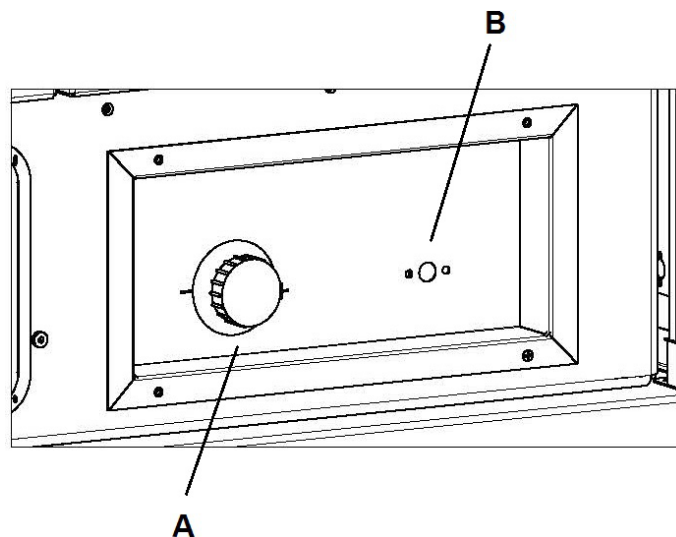
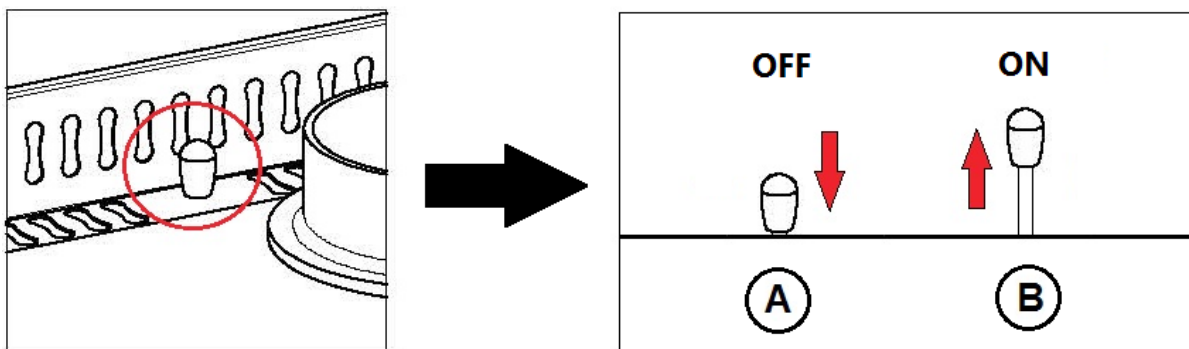
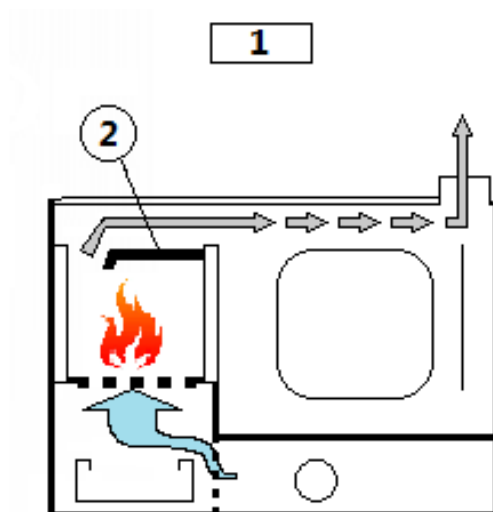
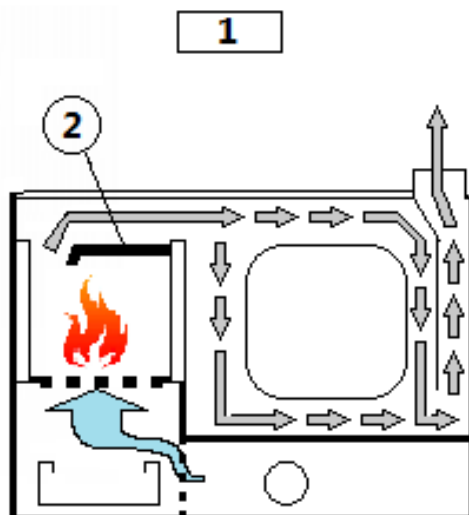

Fig. 27 - Commande principale
Fig. 28 - Levier de soupape des fumées
Fig. 30 - Allumage
Fig. 31 - Chauffage-cuisson
Bypass fumées (voir Fig. 28 à page 63) : à l'allumage de la chaudière, tourner de 90° le commutateur mécanique et le mettre sur la position B pour permettre aux fumées de passer directement dans le conduit d'évacuation de la fumée en facilitant ainsi le démarrage de la flamme et le chauffage du conduit d'évacuation de la fumée. Lorsque le démarrage est terminé, reporter le commutateur dans sa position de fonctionnement normal A (voir **LE RÉGLAGE** à page 64).
LÉGENDE Fig. 30 à page 64
LÉGENDE	Fig. 31 à page 65
- Positionner le sélecteur (voir Fig. 28 à page 63) sur la position d'allumage (horizontale), ainsi le foyer se met en communication directe avec la cheminée pour faciliter l'évacuation des fumées. Ouvrir les cercles et positionner le déflecteur interne dans la position décrite (POS.A-B voir Fig. 30 à page 64 e Fig. 31 à page 65). Régler au maximum le régulateur thermostatique (voir Fig. 27 à page 63).
- Lorsque l'allumage est terminé, reporter le sélecteur des fumées (voir **Fig. 28 à page 63**) en position verticale et agir sur le régulateur thermostatique pour fixer la quantité de l'air comburant.
- Lorsque l'allumage est terminé, positionner le sélecteur des fumées (voir **Fig. 28 à page 63**) en position verticale (A) pour utiliser au maximum la puissance thermique de la chaudière pour le chauffage des radiateurs (en plus de la cuisson normale sur le plan supérieur et dans le four).
- Vérifier que le déflecteur interne soit en position comme décrit (voir **Fig. 31 à page 65**). Dans cette position, le tour des fumées est rallongé, en favorisant l'échange thermique pour le chauffage et pour la cuisson sur la plaque.
- Agir sur le régulateur thermostatique (voir **Fig. 27 à page 63**) qui agit sur le volet pour l'introduction dans le foyer de l'air comburant, en augmentant ou en diminuant la vitesse de combustion. Le régulateur thermostatique agira automatiquement en fonction de la température de l'eau de chauffage afin d'éviter des gaspillages de combustible et pour limiter les ébullitions.